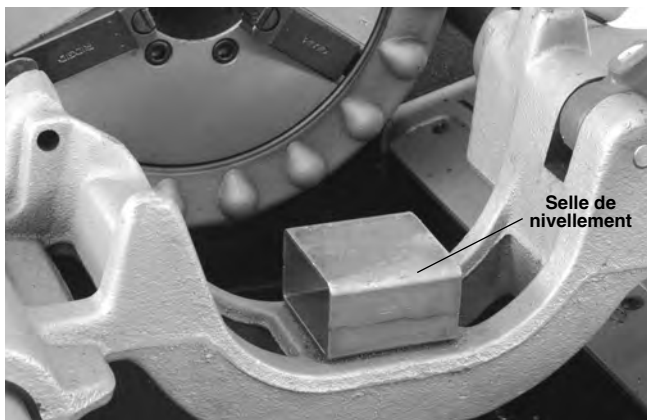

Figure 16 – Selle sur chariot du 535
- Lors de l'utilisation d'un 535 avec chariot à grand dégagement, positionnez la selle de nivellement sur le chariot comme indiqué à la Figure 16.
1. Placez la selle de nivellement sur le chariot comme indiqué à la Figure 16.